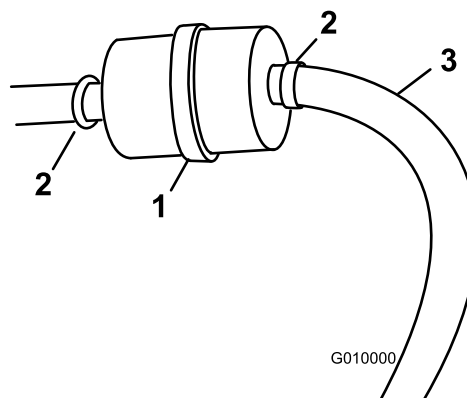

Figura 17
- Coloque un recipiente limpio debajo del filtro de combustible (Figura 17).